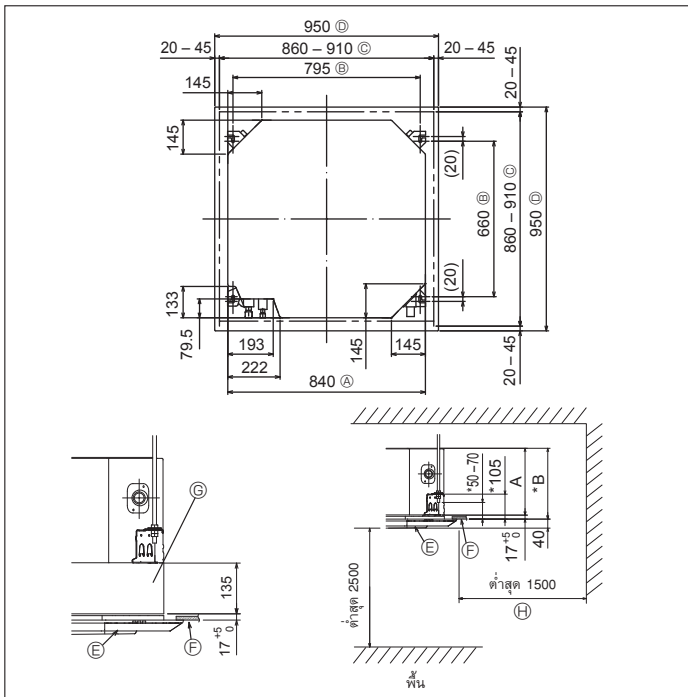

Fig. 3-2
④ สายรัด (ใหญ่)	8
⑤ สายรัด (เล็ก)	1
⑥ ข้อต่อท่อน้ำทิ้ง	1
⑦ ฉนวน	1
3.2. การเจาะช่องและสถานที่สำหรับติดตั้งเครื่อง (Fig. 3-2)
- * ความกว้างของช่องเปิดของเพดานนั้นต้องให้อยู่ในเกณฑ์บังคับ ซึ่งแสดงอยู่ใน Fig. 3-2 โดยให้จุดกึ่งกลางของตัวเครื่องตรงกับช่องเปิดของเพดาน และควรแน่ใจว่าช่องว่างสำหรับฝังตรงข้ามของทุกด้านนั้นห่างเท่ากัน
- (A) ขอบนอกของเครื่องหลัก
- (B) ช่องว่างของสลักเกลียว
- (C) ช่องเปิดของเพดาน
- (D) ขอบนอกของตะแกรง
- (E) ตะแกรง
- (F) เพดาน
- (G) ช่องเปิดปิดนอกประสงค์ (ติดตั้งเข้ามา)